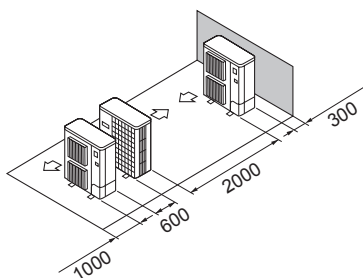

Fig. 2-16
- ⑤ Postavljanje jedne jedinice paralelno (Fig. 2-16)